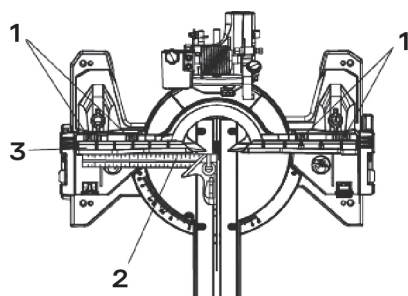

рис. 19
2. Ослабить четыре крепежных винта (1) (рис. 19).
4. Приложить пятку угольника (2) к диску, а линейку – к упору (3).